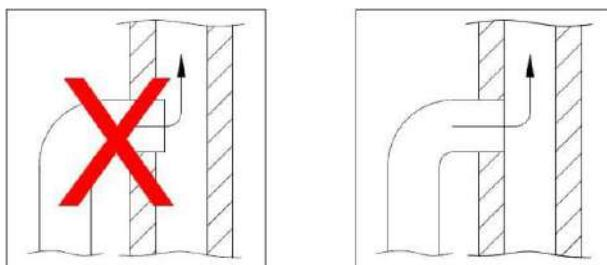

Figure 4
5. Lors du raccordement du poêle à la cheminée, insérez le tuyau d'évacuation dans la celle-ci et fixez celui-ci à l'ouverture à l'intérieur de la cheminée. Le tuyau de fumée ne doit pas passer par l'ouverture de la cheminée elle-même et doit être affleurant à l'intérieur du tuyau de cheminée. Comme le montre la figure 4, la connexion entre la maçonnerie et le tuyau de fumée doit être scellée à l'aide de matériaux ou lattes ignifuge (Figure 4). Deux appareils ne doivent pas utiliser le même conduit.